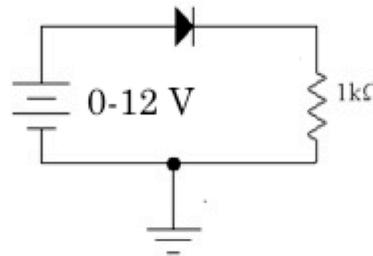
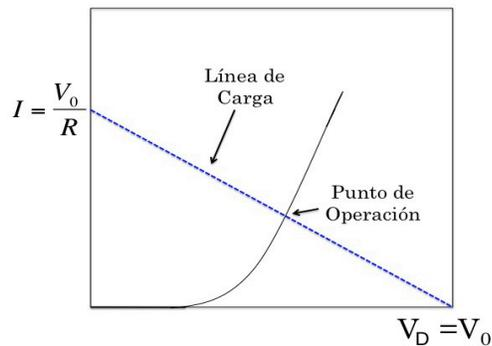

Figura 4. Circuito con diodo y fuente de dc
Figura 5 Línea de Carga
1. Construya el circuito en la figura 4 utilizando el diodo 1N485.
Otro tipo de análisis gráfico que nos permite estudiar el comportamiento de circuitos con diodos semiconductores es la línea de carga. La corriente en el circuito de la figura 4
de la fuente y V_D el voltaje en el diodo. Esta ecuación corresponde a una línea recta con interceptos en $I = V_0/R$ y $V_0 = V_D$ (ver figura 5). Se le llama línea de carga porque depende exclusivamente de la resistencia (carga) y de la fuente. La línea es independiente del valor de la impedancia.
El punto donde la ecuación exponencial de la corriente y la línea de carga coinciden se conoce como punto de equilibrio o **punto de operación** del circuito. Este punto se muestra en la figura 5.
1. Usando la curva característica de la práctica 2, trace la línea de carga para el circuito de la figura 4 con un voltaje de 6 V y determine el punto de operación del diodo (ver figura 5).